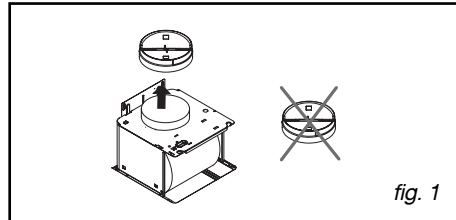

fig. 1
- Tag kontraventilen ud (fig. 1).